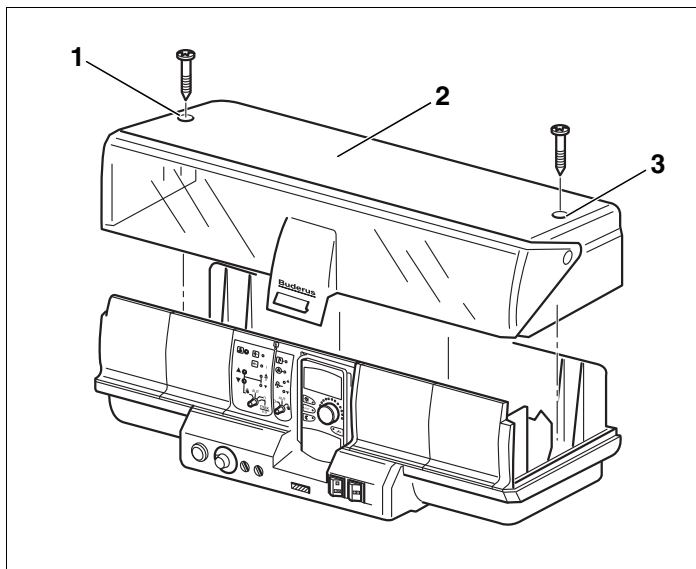

Рис. 19 Демонтаж крышек
- Отверните оба винта на крышке прибора (→ рис. 19, [1] и [3]).
- Снимите крышку (→ рис. 19, [2]).